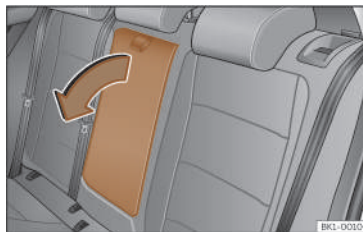

Fig. 85 Bracciolo centrale posteriore ribaltabile (rappresentazione schematica).
- Per *abbassare* il bracciolo, tirare il passante nella direzione della freccia >>> fig. 85.